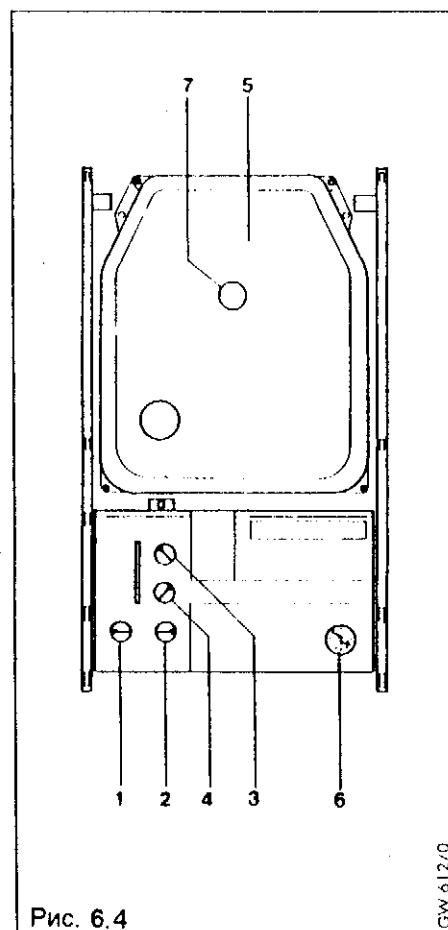

Рис. 6.4
- Проверить, надлежащим ли образом выполнен монтаж топочной камеры у прибора (5, рис. 6.4).
- Регулятор температуры установить на максимальную температуру горячей воды* (4, рис. 6.4), а температуру подающей линии (3, рис. 6.4) установить на "9".
- Поставить главный выключатель прибора (1, рис. 6.4) в положение "вкл" (I) ("ein").
- Регулятор отопления прибора (2, рис. 6.4) поставить в положение "Отопление и горячая вода" (III/IV f).
- Регулятор для максимальной температуры горячей воды* (4, рис. 6.4) установить на "9".
(В идеальном случае манометр (6, рис. 6.4) должен был бы показывать давление на 0,5 бара большее, чем давление, соответствующее самой высокой точке установки выше основания прибора – высота давления в 10 м соответствует одному дополнительно бару на манометре. Минимальное давление ни у одной установки не должно опускаться ниже 1 бара.). Удалить соединительный элемент для заливки установки.